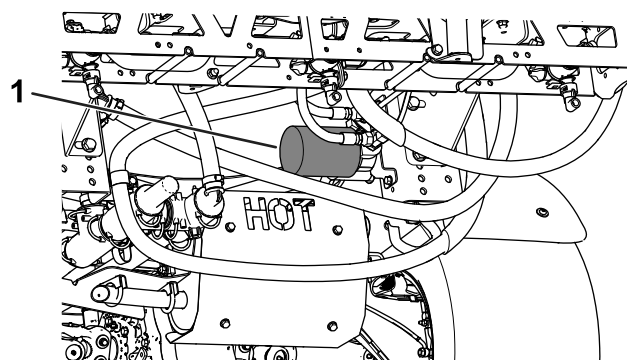

Рисунок 58
4. Извлеките фильтр (Рисунок 58).